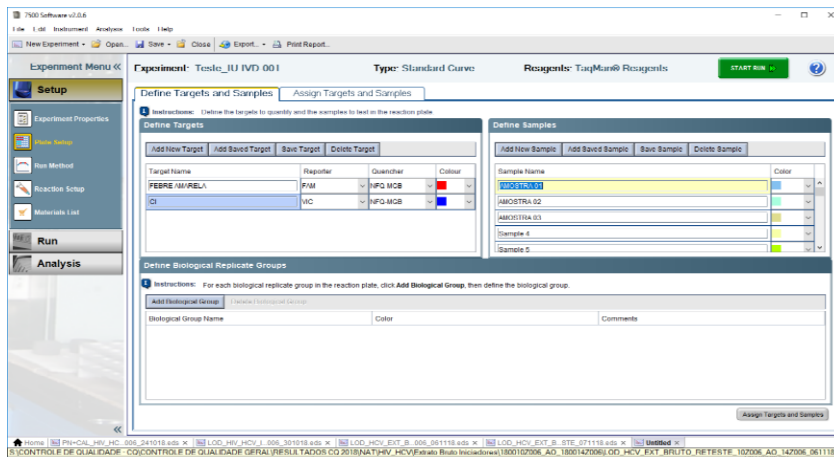

Figura 04: Configuração da aba **Define Samples**.
- Na seção **Define Samples**, adicionar os campos de amostra e controles clicando no botão **Add New Sample**. Identificar os campos correspondentes de acordo com a posição na placa, conforme Figura 04;